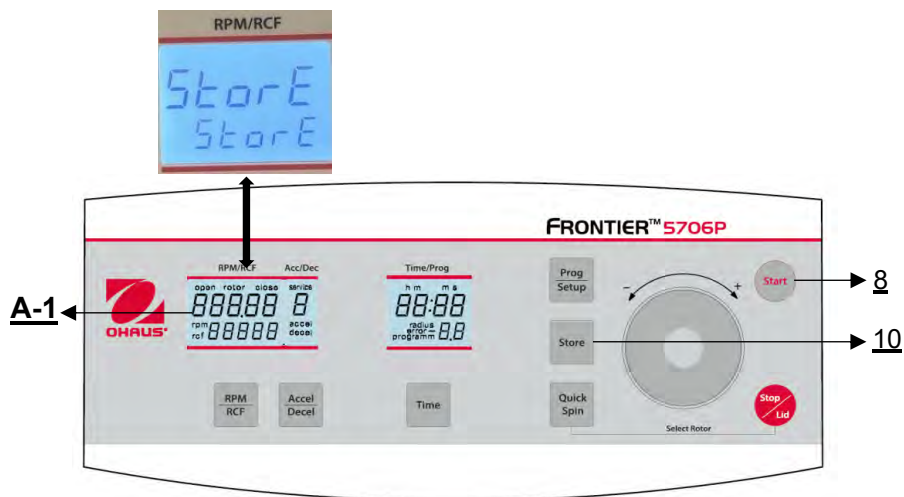

Figure 29
Tous les réglages modifiés doivent être confirmés par la touche "Start"(8) ou "Store"(10). Le mot "Store" apparaît sur l'écran "RPM | RCF" (A-1) - Ce n'est qu'ensuite que les présélections sont valables (voir figure 29). Après avoir mémorisé les réglages, vous pouvez repasser en mode programme normal en éteignant la centrifugeuse pendant un court instant.